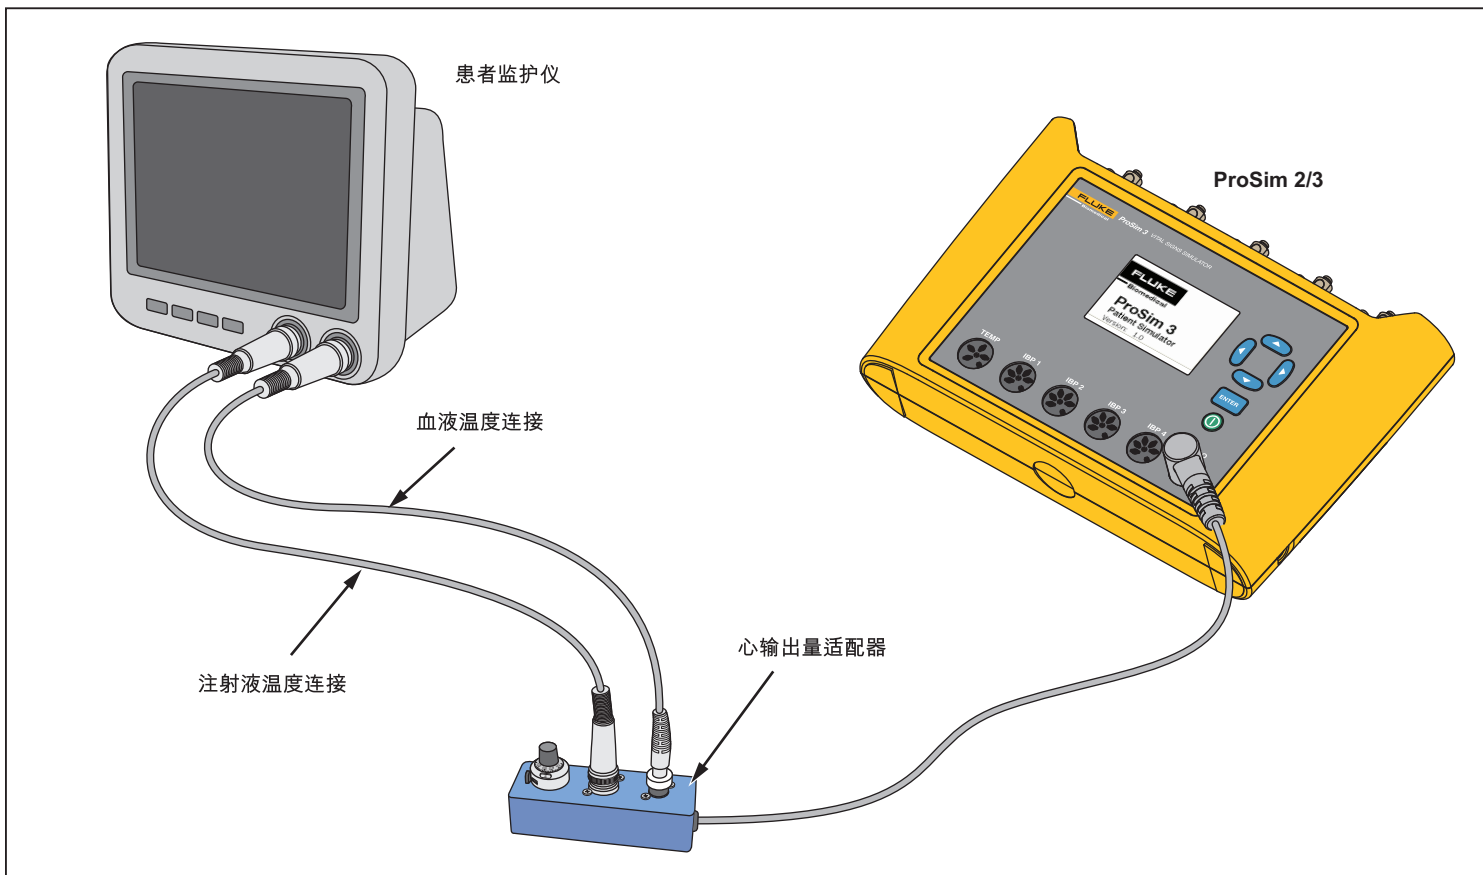

图 12.心输出量连接
对于心输出量模拟，需要利用随附的 CI-3 适配器将本产品连接到被测仪器 (DUT)。(见图 12 所示)必要时，可以使用通用连接器。
2. 将适配器连接到本产品（图 12）。